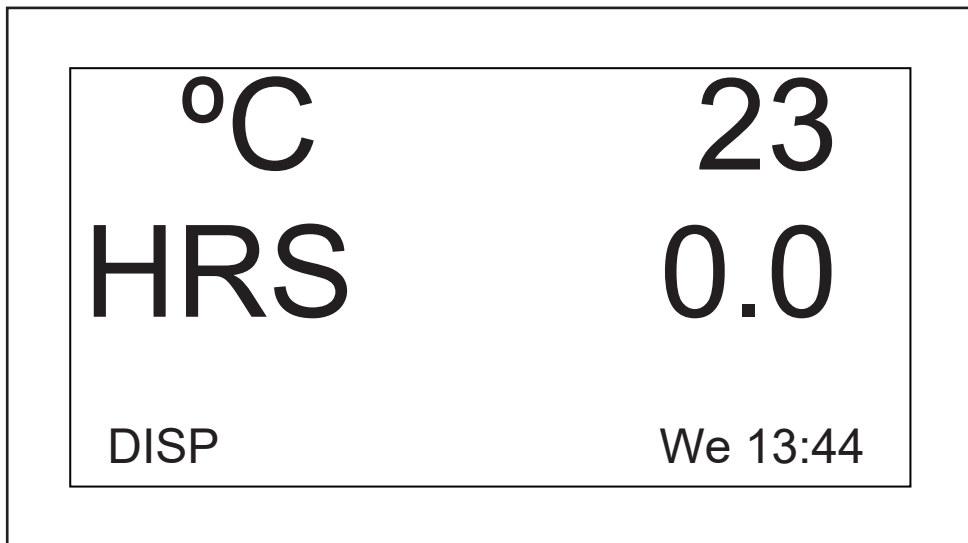

Fig. 9-2: Parâmetro de indicação alterado
4. Clique no botão para configurar e salvar o parâmetro (aqui Fig. 9-2 na pág. 51).